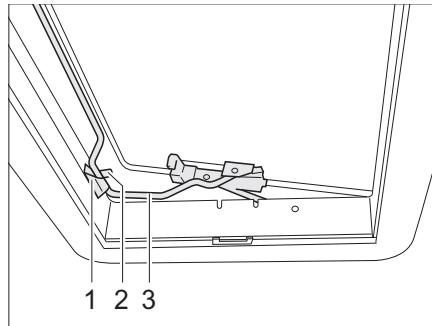

Fig. 49 Claraboya Heki en posición de ventilación 2
- Situar la horquilla (Fig. 49,3) en la sujeción (Fig. 49,1).
- Colocar la palanca (Fig. 49,2) sobre la horquilla.